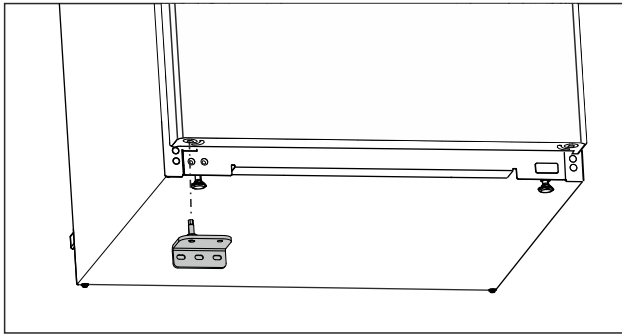

Fig. 24
- ▶ Indsæt det nederste hængsel på den modsatte side. (se Fig. 24)